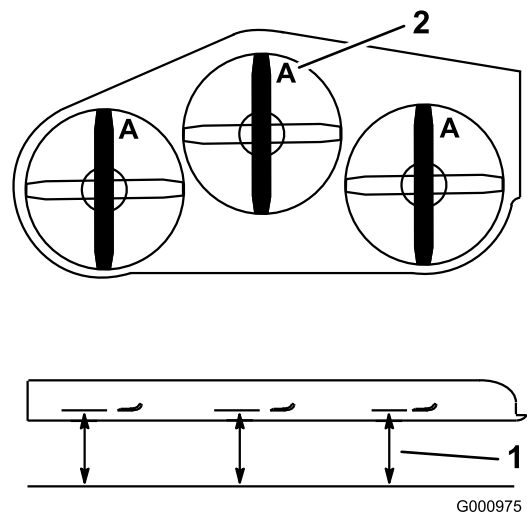

Figure 82
4. Au point A, mesurez l'écart entre la surface plane et le bord coupant de la pointe des lames (Figure 82).